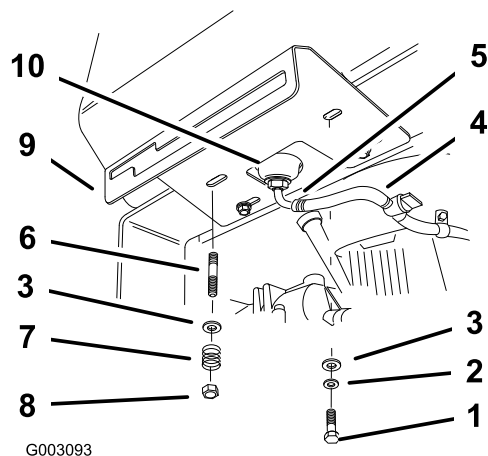

Figura 6
6. Fije el lado derecho de la chapa de la palanca de cambios y el depósito de combustible al bastidor trasero con 2 pernos (5/16 x 7/8), arandelas de freno (5/16 pulgada) y arandelas (5/16 pulgada) (Figura 6).
7. Fije el lado izquierdo de la chapa de la palanca de cambios y el depósito de combustible al bastidor trasero con arandelas (5/16 pulgada), muelles y contratuercas (5/16 pulgada) (Figura 6).